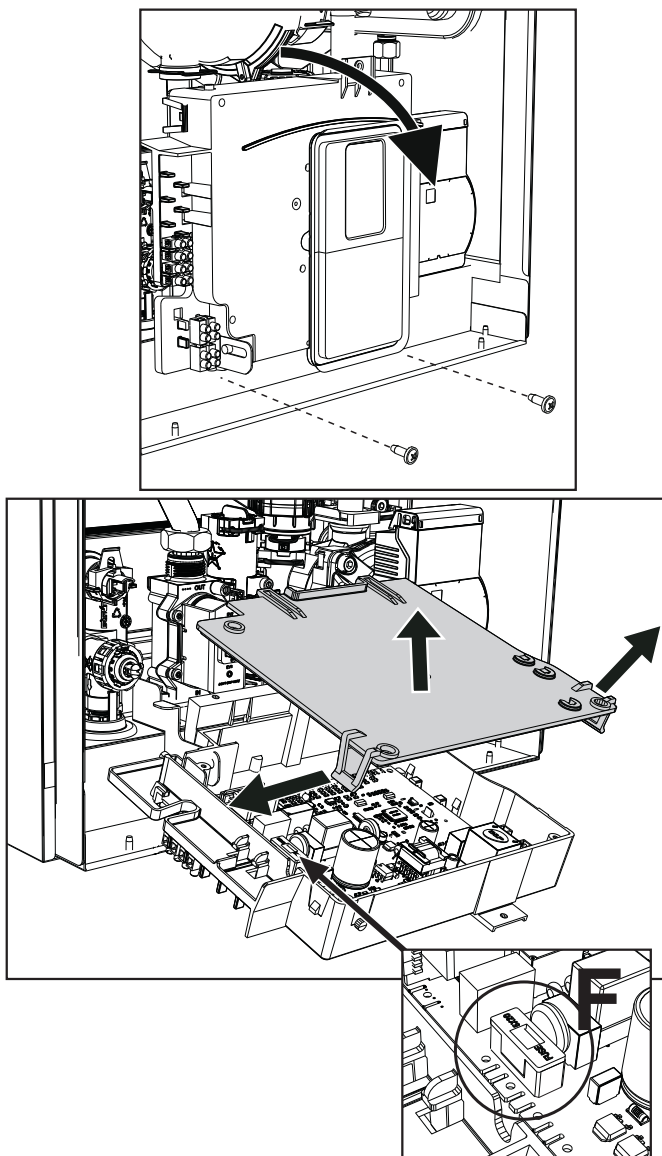

fig. 30
Seguendo las indicaciones de fig. 30, es posible acceder al fusible (F).